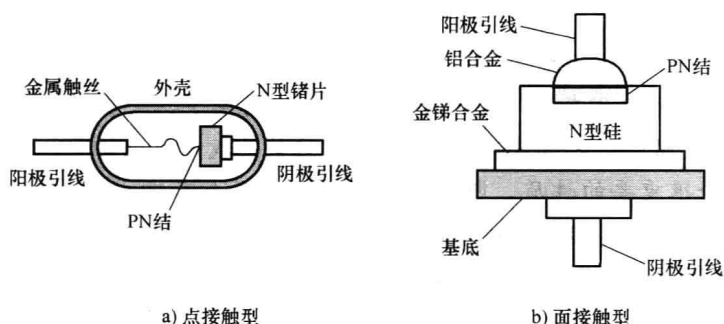

图 1-1 二极管的结构示意图
**【半导体二极管的结构】** 半导体二极管(以下简称二极管)是由一个PN结构成的半导体器件,即将一个PN结加两条电极引线做成管芯,并用管壳封装而成。在工程技术中,根据管芯结构的不同,可将二极管分成点接触型和面接触型,如图1-1所示。